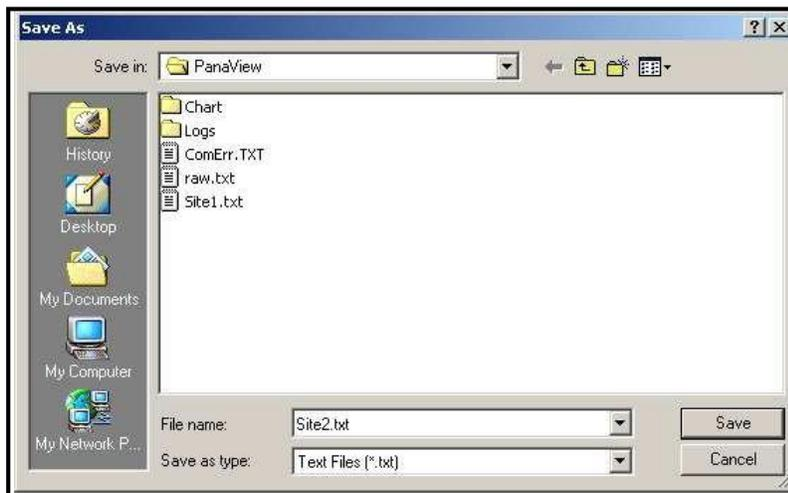

Figura 30: Janela Save As
Para *salvar* o sinal sem tratamento, clique em *Save*. Será aberta uma janela similar à Figura 30 a seguir. Digite o nome desejado e clique em *Save* para salvar o sinal como arquivo de texto.
2. Clique em *Save Site to PC*. Será aberta uma janela similar à Figura 30 na página 90).